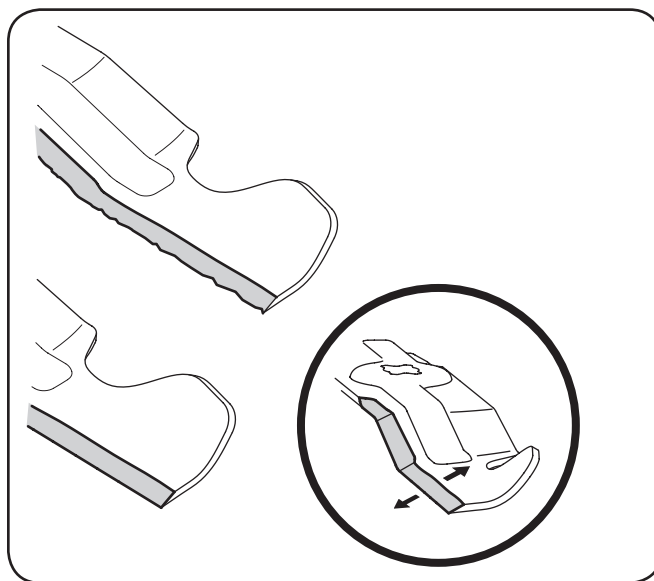

Figure 7-6
4. Pour aiguiser correctement les lames de coupe, aiguisiez les deux tranchants des lames de façon égale, parallèlement à la voile, à un angle de 25 à 30 degrés. Aiguisiez toujours chaque lame de coupe de façon égale pour garder l'équilibre des lames. Voir Figure 7-6.